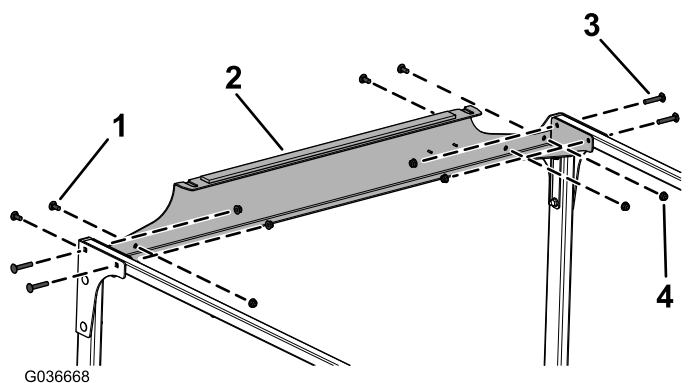

Рисунок 10
9. Установите, не затягивая, заднюю поперечину на поперечные трубки и задние пластины, используя 4 каретных болта (5/16 x 1 3/4 дюйма), 4 каретных болта (5/16 x 3/4 дюйма) и 8 фланцевых гаек (5/16 дюйма), как показано на Рисунок 10.